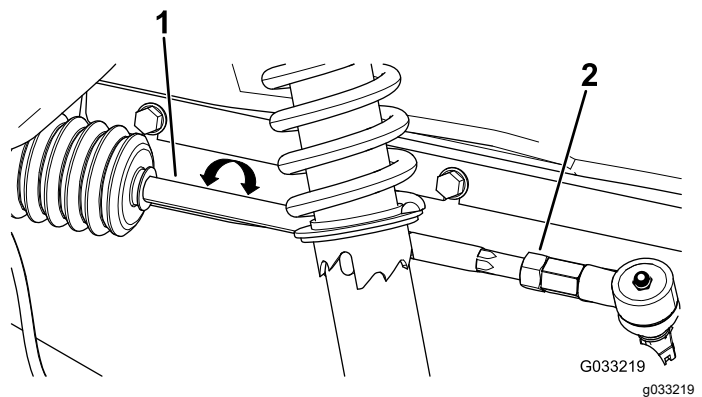

Bild 60
4. Wenn der Wert nicht zwischen 0-6 mm liegt, lösen Sie die Klemmmuttern am äußeren Ende der Spurstangen (Bild 60).